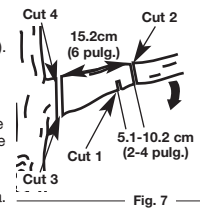

Fig. 7
1. Hacer el primer corte a unas 6 pulgadas de del tronco por debajo de la rama. Use la parte superior de la barra para hacer este corte. Corte 1/3 de diámetro de la rama (Fig. 7).